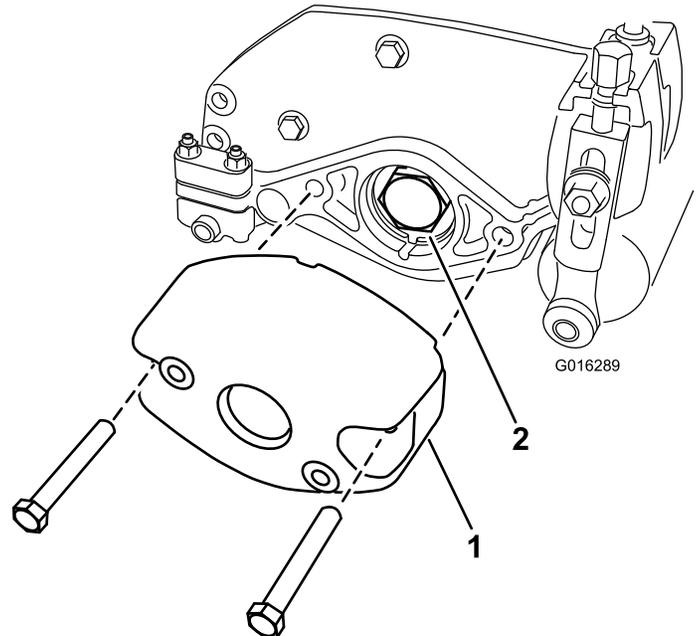

Figure 2
5. Retirez les 2 boulons et écrous qui fixent le contreponds à l'extrémité droite du plateau de coupe. Déposez le contreponds (Figure 2).
6. Retirez l'écrou de roulement de l'arbre du cylindre (Figure 2).